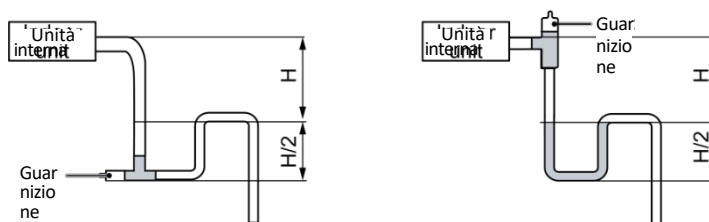

Fig. 4.3.5
- 5 Installare la trappola come indicato nella Fig. 4.3.5 seguente.